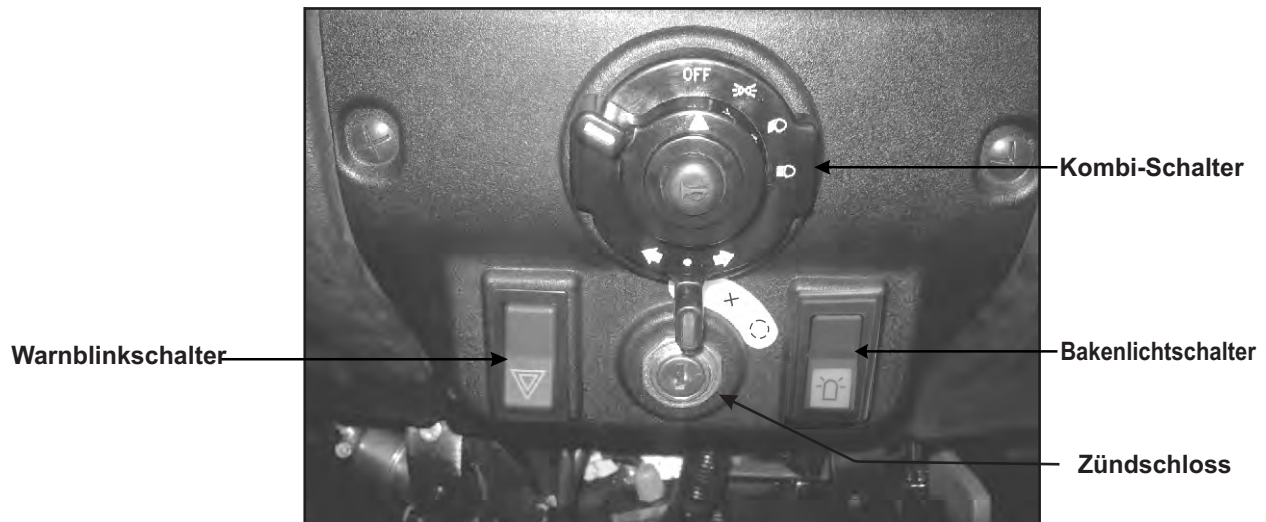

Fig. 3.3b
3.3b Armaturenbrett-Steuerelemente für Modell 26 (Abb. 3.3b):